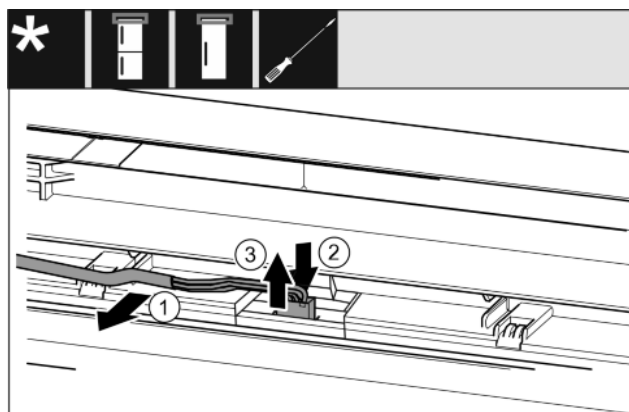

Fig. 16
- ▶ Ostrożnie wyjąć szary kabel z przewodnicy w drzwiach. Fig. 16 (1)
- ▶ Nakładkę pod wtyczką wcisnąć do tyłu. Fig. 16 (2)
- ▶ Wyciągnąć wtyczkę ostrożnie do góry. Fig. 16 (3)